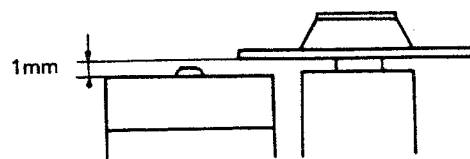

Figure 18-2
- c. After replacement of the pick-up, adjust the two screws for pick-up posture adjustment so that the new pick-up is almost horizontal and its upper end is about 1 mm below the turntable. See Fig. 18-2.
- c. Nachdem der Abtaster ausgewechselt wurde, die beiden Schrauben der Abtaster Nachjustierung so einstellen, daß der neue Abtaster nahezu horizontal ausgerichtet ist und sein oberes Ende ca. 1 mm Abstand zum Drehteller aufweist. Auf Abb. 18-2 Bezug nehmen.
- c. Après le remplacement du pick-up, ajuster les deux vis pour l'ajustement de la position du pick-up de manière à ce que le nouveau pick-up soit presque à l'horizontale et que son extrémité supérieure se trouve à environ 1 mm sous le plateau. Voir la Fig. 18-2.